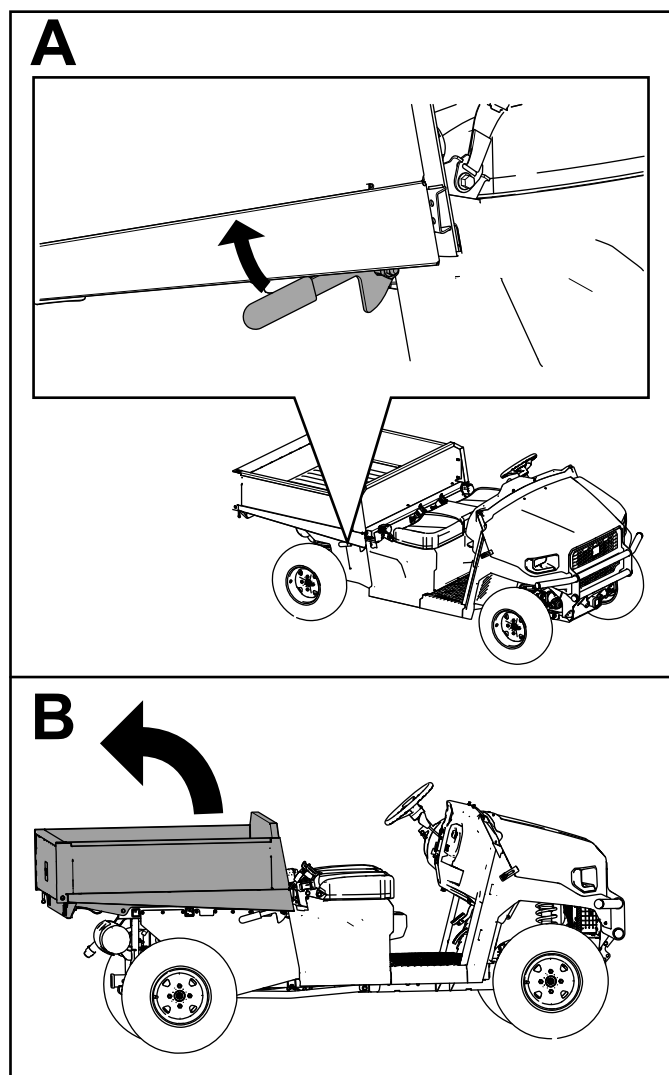

Bild 7
1. Heben Sie die Ladefläche an (**Bild 7**).